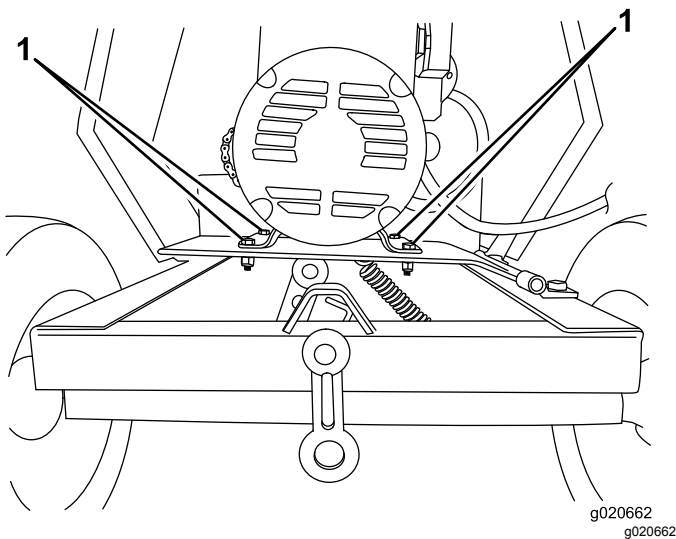

Figura 35
- B. Afloje los pernos y las tuercas que sujetan el motor a la chapa del motor (Figura 35).
- **Para aumentar la holgura** –Aleje el motor de la polea tensora (Figura 35).
- **Para reducir la holgura** –Acerque el motor a la polea tensora (Figura 35).